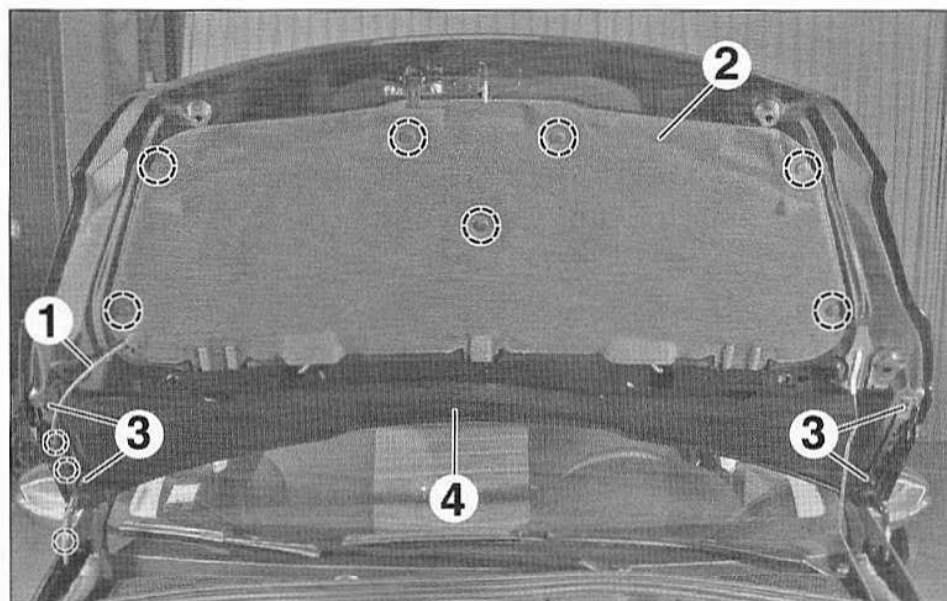

FIG.111
- Dégrafer la durit de lave-vitre (1) (Fig.111).
- Déposer l'insonorisant (2) et débrancher la durit de lave-vitre (1).
- les écrous (3),
- le capot moteur (4).